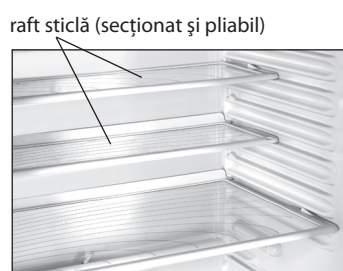

Figura 3 – Raft sticlă (secționat și pliabil)
1.6 Raftul de sticlă (secționat și pliabil), în conformitate cu figura 1, constă din două părți, în conformitate cu Figura 3. Secțiunile acestui raft pot fi fixate în CF separat una de alta, pentru a amplasa vasele mari